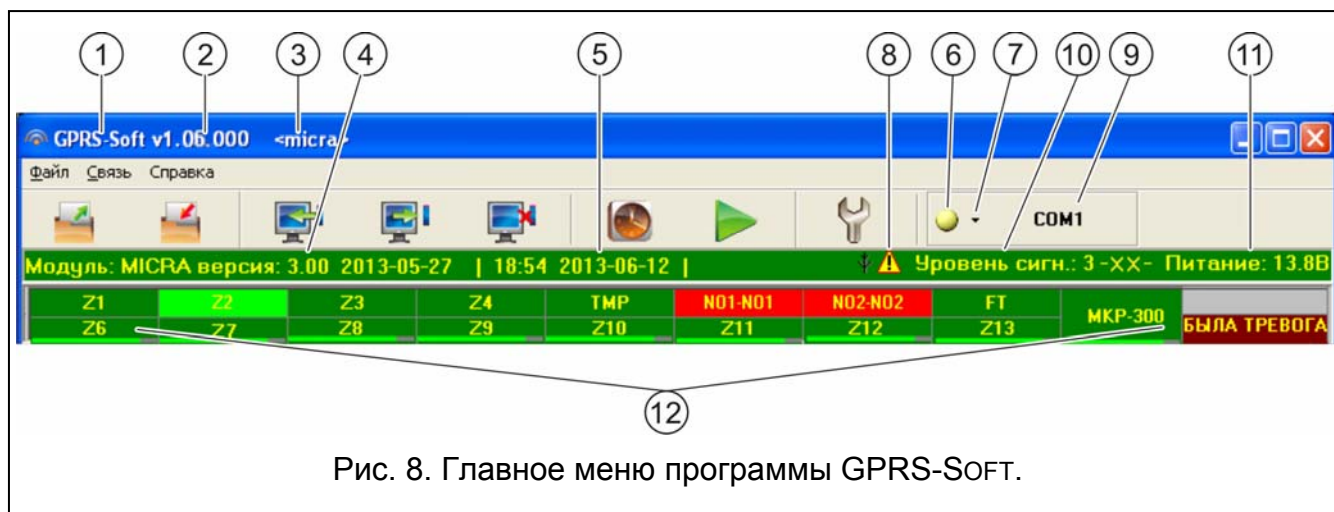

Рис. 8. Главное меню программы GPRS-SOFT.
COM-порт компьютера должен быть подключен к порту RS-232 (TTL) на плате электроники модуля. Кабели для подключения продаются отдельно, артикул комплекта кабелей в прайс-листе – DB9FC/RJ-KPL. В программе GPRS-SOFT следует указать номер COM-порта компьютера, предназначенного для связи с модулем. С этой целью следует кликнуть указателем мыши по кнопке «Конфигурация» (см.: рис. 8 и пояснения к рисунку) и в окне, которое отобразится, выбрать один из доступных портов COM компьютера. Программа соединяется с модулем после включения выбранного COM-порта.
2. Кликнуть указателем мыши по кнопке «Конфигурация» (см.: рис. 8, пояснения к рисунку). В открывшемся окне, впишите номер TCP-порта, выбранного для связи с модулем. Этот номер будет находиться в SMS-сообщении, отправленном на номер GSM-телефона модуля, с целью установления связи.
3. Кликнуть указателем мыши по кнопке  (см. рис. 8). В открывшемся меню выберите вкладку «TCP/IP». Сервер будет активирован.